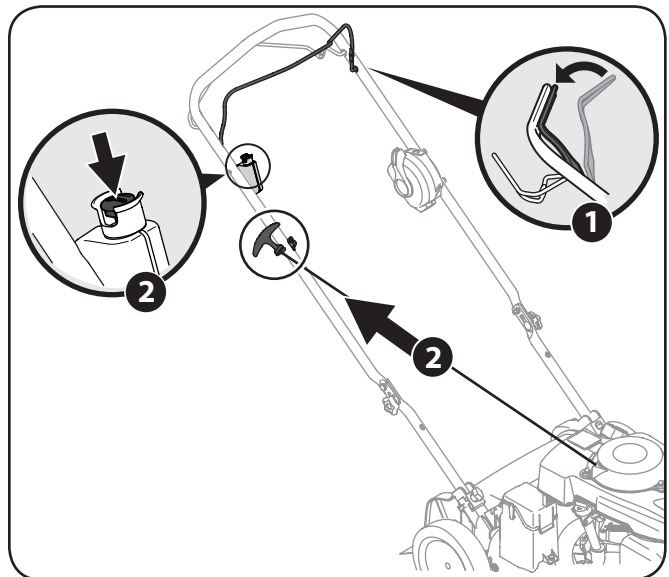

Figura 5-4
1. Colóquese detrás de la podadora, apriete la manija de control de la cuchilla y sosténgala contra la manija superior. Ver la Figura 5-4.
Arrancador eléctrico: Inserte la llave de empuje de plástico unido a la manija superior al botón de arranque hasta que encaje pulg. Presione el botón del motor de arranque para arrancar el motor. Vea la Figura 5-4.